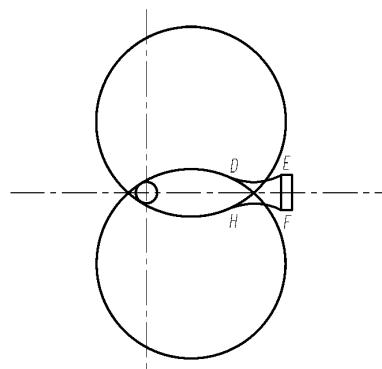

图 2-39 修剪后的效果
(12)绘制圆弧成功后,可删除两条辅助线,效果如图 2-39 所示。